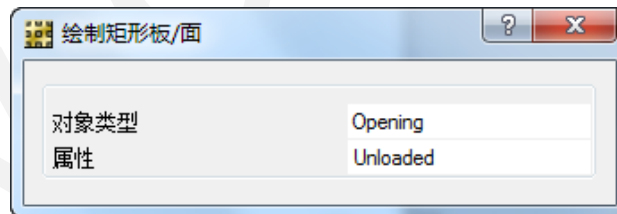

图 27 绘制矩形板/面对话框
- A. 点击命令**绘图菜单> 绘制矩形板/面**打开绘制矩形板/面对话框，如图 27 所示。